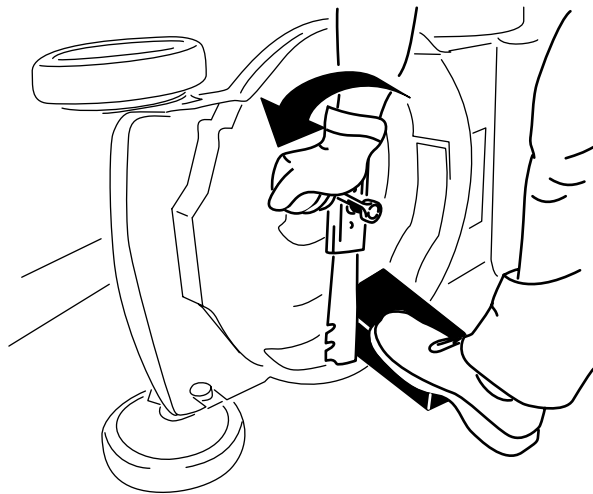

図 24
3. 角材などを使ってブレードをしっかり保持する 図 24。
4. ブレードを取り外す。外したボルト類はすべて保管する 図 24。